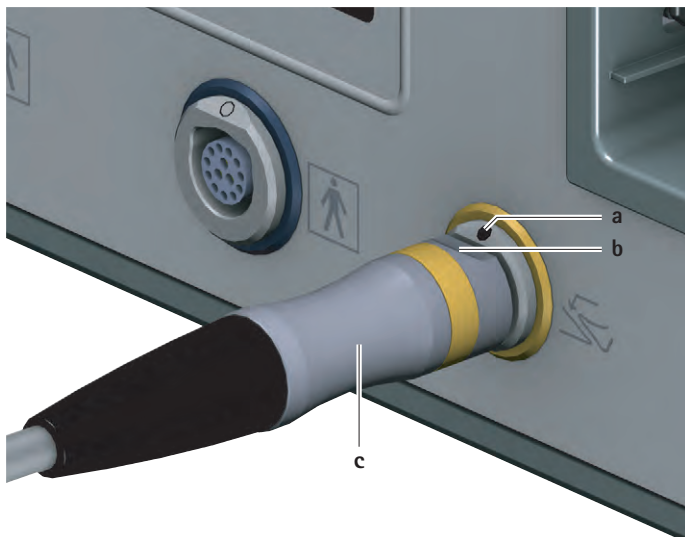

Fig. 2 Conexión del mando de pedal
- ▶ Colocar el conector del mando de pedal **c** de forma que la marca **b** del conector coincida con la marca **a** de la conexión para mando de pedal **6**, ver Fig. 2.
- ▶ Desenchufar el conector del mando de pedal **c** de la conexión para mando de pedal **6**, ver Fig. 2.